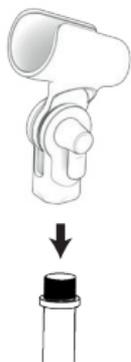

рис. 1
1. Закрепите микрофонный держатель на микрофонной стойке (рис. 1)